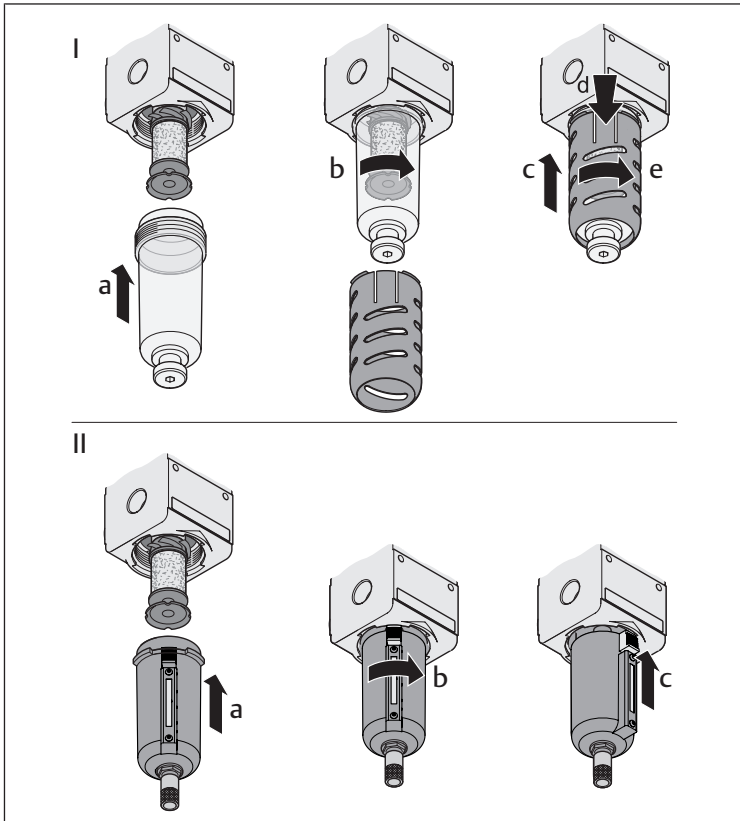
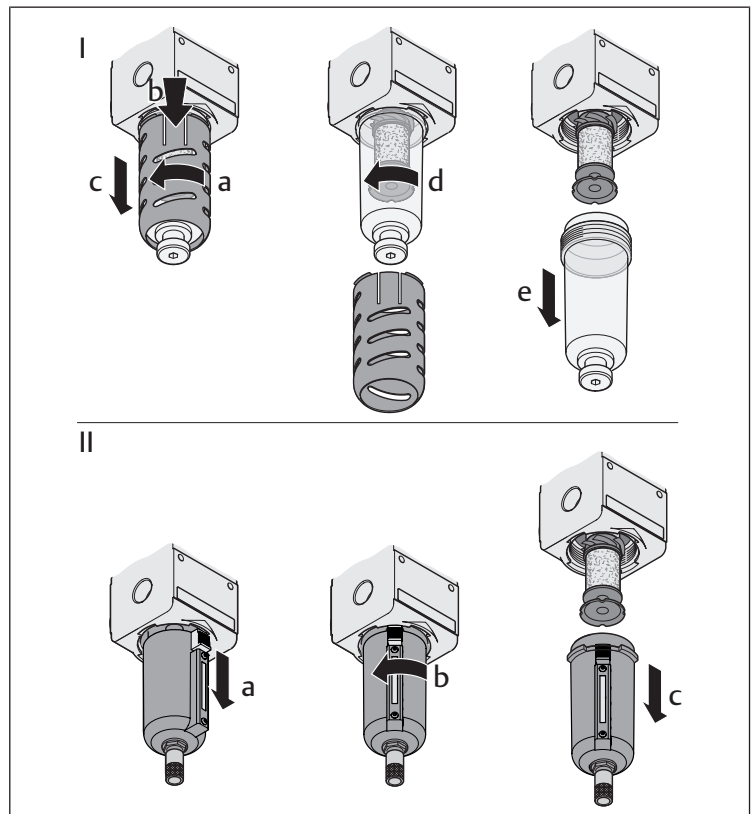

Bild 2: Montera behållare och behållarskydd
Bild 6: Demontera behållare och behållarskydd
▶ Lossa skyddskåpan, om sådan finns, (→ Bild 6 I a, b) och dra av den nedåt (→ Bild 6 I c).	–
▶ Skruva ut behållaren (→ Bild 6 d) ur huset.	Dra ner upplåsningen (→ Bild 6 II a), vrid först behållaren åt vänster (→ Bild 6 II b) och dra sedan av den nedåt (→ Bild 6 II c).
▶ Montera tillbaka den nya behållaren med sensorn, och behållarskyddet om sådant finns, i omvänd ordningsföljd mot beskrivningen på bild → Bild 6 I (se även → Bild 2 I).	Montera tillbaka den nya behållaren med sensorn igen i omvänd ordningsföljd mot vad bild → Bild 6 II visar (se även → Bild 2).